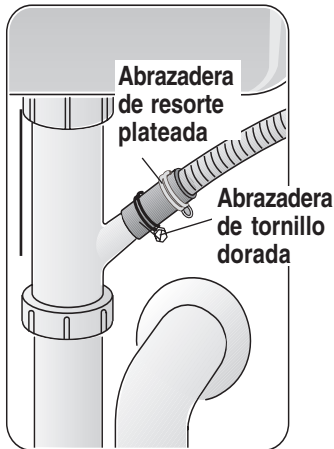

Ilustración 22
- 1 Directamente a la conexión de evacuación debajo del fregadero, como muestra la **Ilustración 22**.